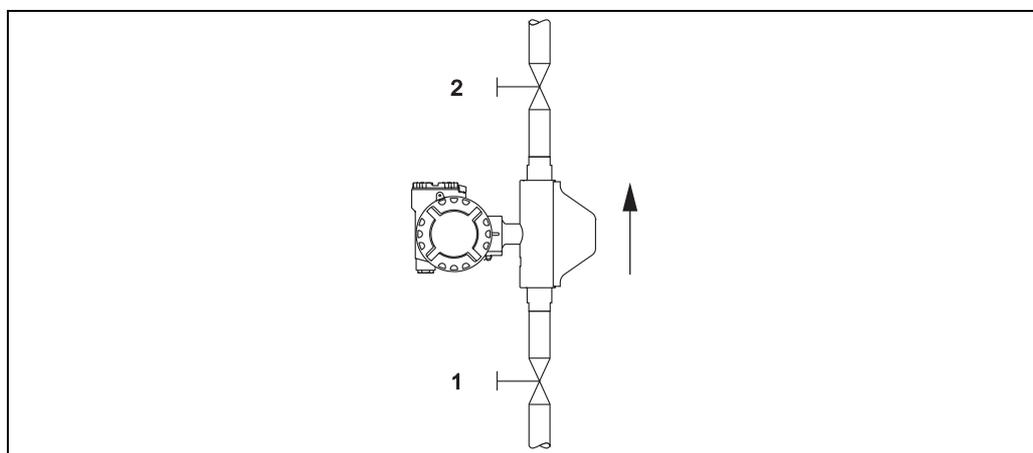

Fig. 13: Regolazione dello zero e valvole di intercettazione (1 + 2)
- La regolazione dello zero deve essere eseguita con portata zero. Per azzerare la portata possono essere utilizzate, ad esempio, delle valvole di intercettazione montate a monte o a valle del sensore oppure le valvole e saracinesche già presenti (→ Fig. 13).